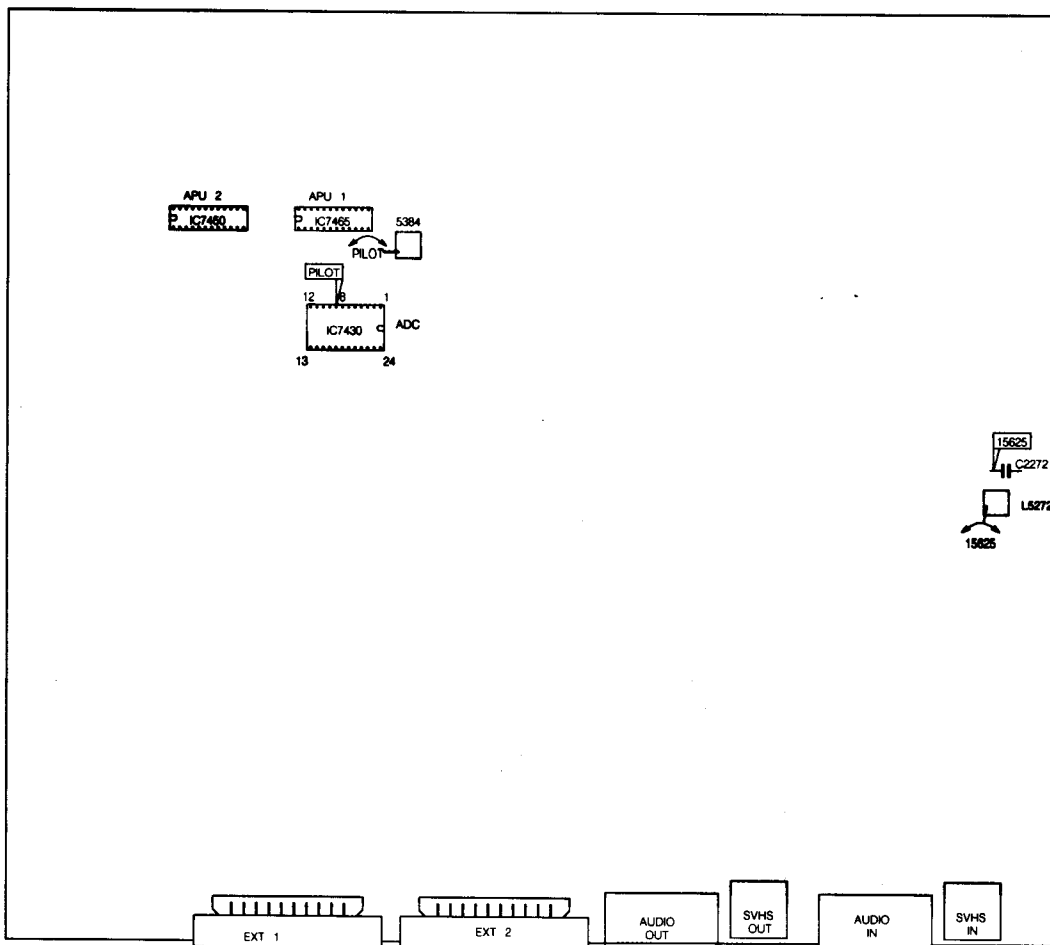

Bild 15
B. Elektrische regelungen an der Printplatte 'source select' (siehe Bild 15)